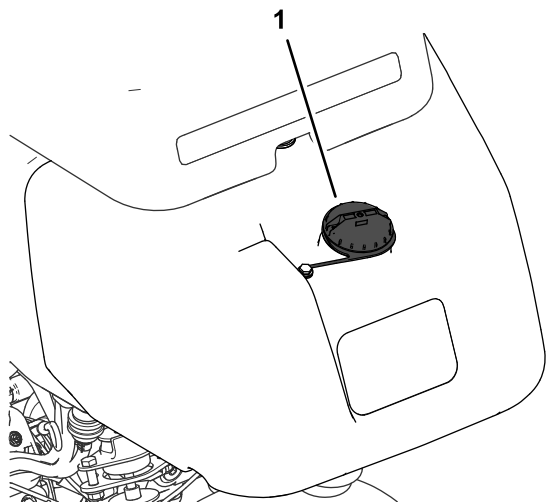

図 31
1. 燃料キャップの周囲をきれいに拭いてキャップを外す 図 31。